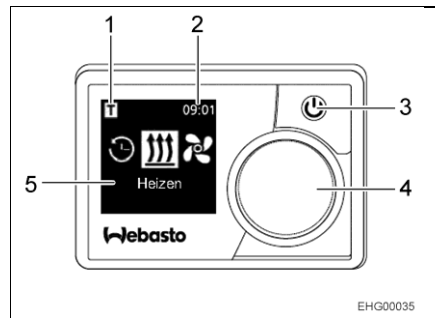

Fig. 48 Panel de mando
- Pulsar la tecla de arranque (Fig. 48,3).
- Ajustar la función deseada girando y pulsando el botón de mando (Fig. 48,4).